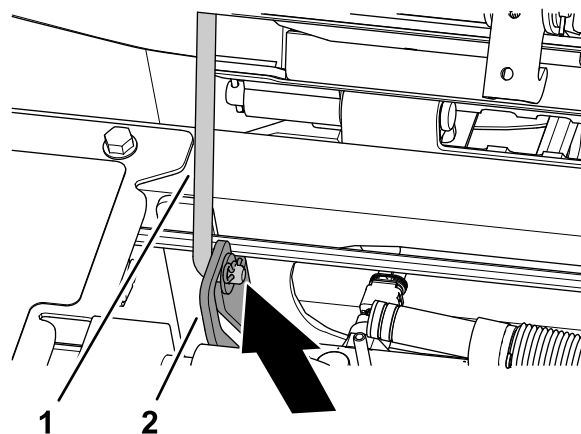

Figura 98
3. Assegurar-se de que as barras de apoio assentam na ranhura da placa guia da barra (Figura 98).